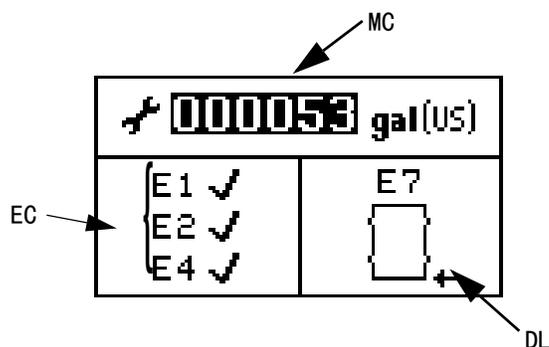

图 8: 设置屏幕 2
**注释：**当 E1、E2 和 E4 诊断选项启动时，将在设置屏幕上显示 3。请参见图 8。